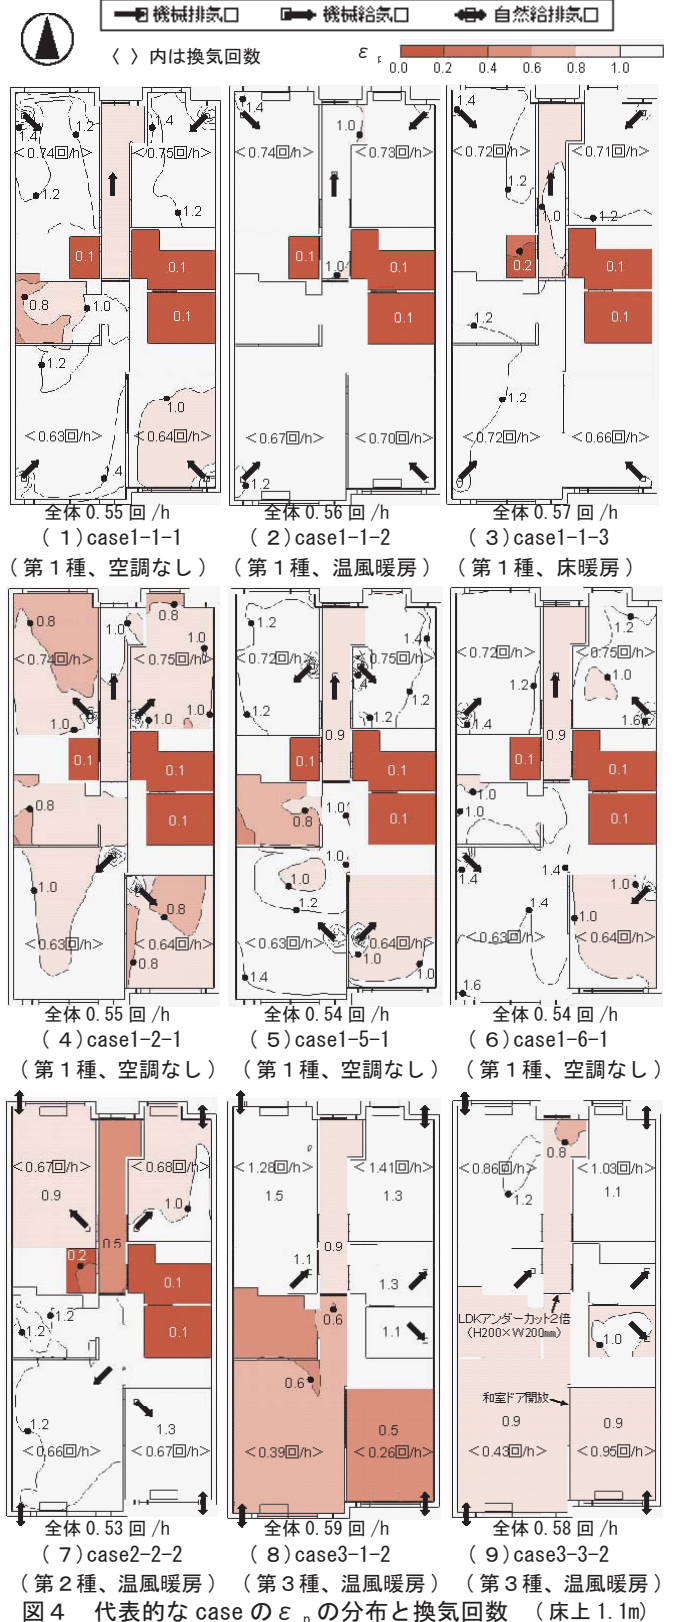

図4 代表的なcaseの ϵ_p の分布と換気回数(床上1.1m)
3.3 局所空気交換効率(ε_p)の分布と換気回数: 図4に代表的な case のε_pの分布と換気回数を示す。case1-1-1(第1種、空調なし)はキッチンと和室でε_pが1.0以下となる。case1-2-1は給気口とアンダーカットが近接している